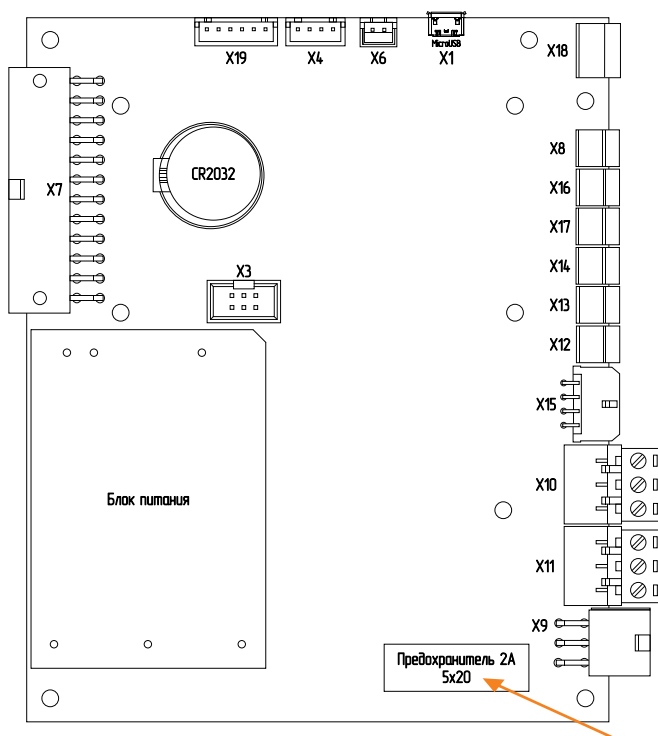

Рис.18 Плата контроллера
3. замените предохранитель **рис.18** (запасной предохранитель в базовой комплектации котла).